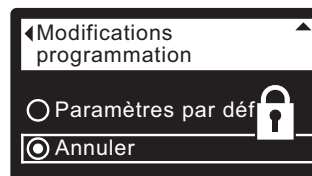

FIG. 35
8. Appuyez sur le bouton de DROITE (►) : un cadenas clignotant apparaît (cf. Figure 35).
- 1-7. Allez à l'écran **Modifications programmation** (Figure 35) à l'aide des étapes 1-7 à gauche.